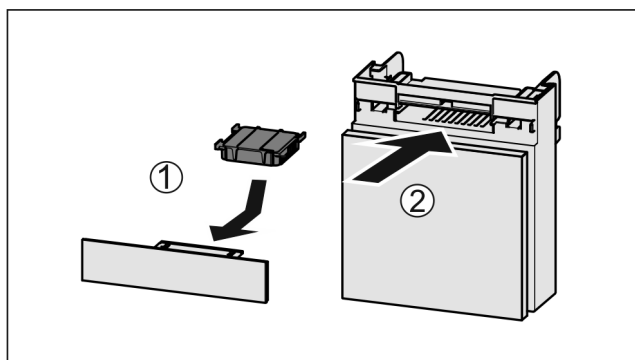

Fig. 183
- Sett inn Fig. 183 (1) aktivkullfilteret etter figuren.
- Skyv inn Fig. 183 (2) hyllen.